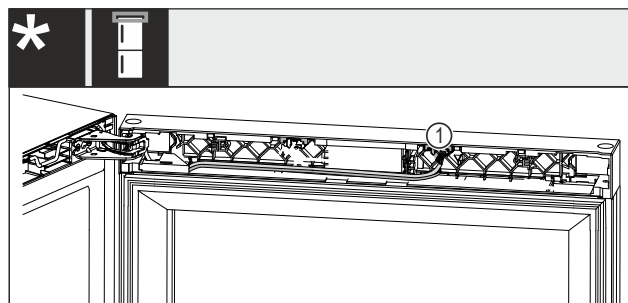

Fig. 23 Combiné compartiment à vin/congérateur*
- Retirer avec précaution le connecteur Fig. 23 (1) du logement.*